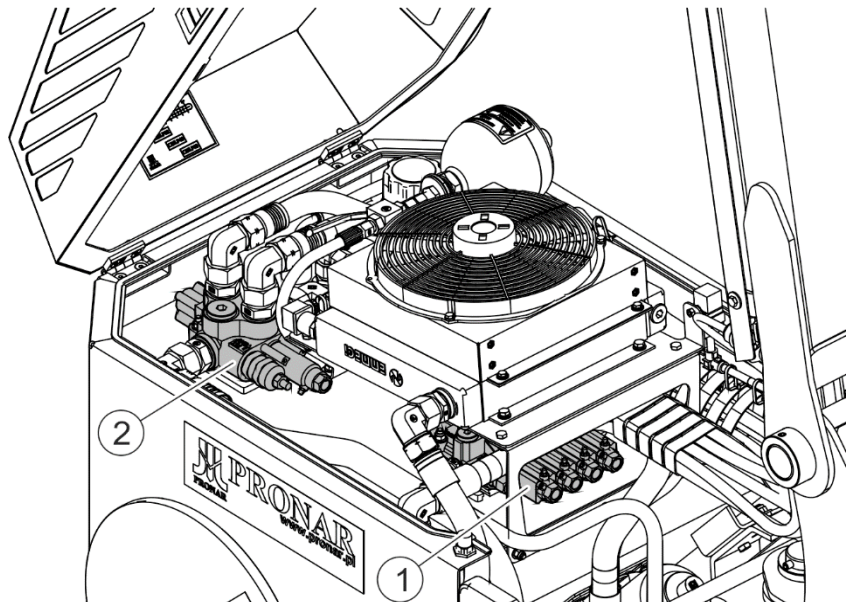
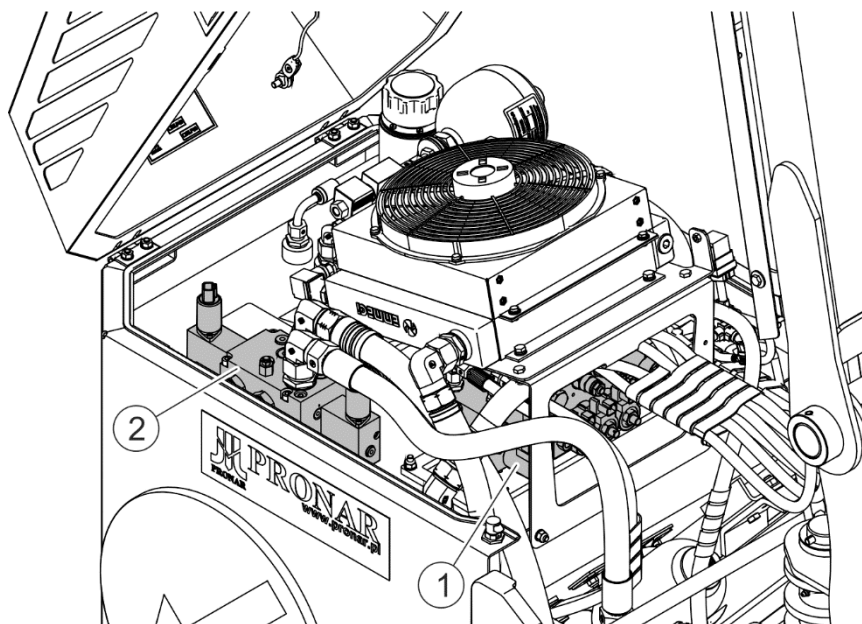

FIGURA 5.3 Distribuitori hidraulici (WWT600).
FIGURA 5.4 Distribuitori electrohidraulici (WWT604D).
(1)- distribuitori electrohidraulici ale cilindrilor la brațe sistemului portant; (2)- distribuitori hidraulici ale motorului hidraulic a capului de lucru.
Distribuitorul hidraulic (1) (FIGURA 5.3) sau electrohidraulică (1) (FIGURA 5.4) este pentru controlarea cu patru cilindri hidraulici a sistemului portant . Distribuitor unisețional hidraulic (2) (FIGURA 5.3) sau electrohidraulic (2) (FIGURA 5.4) este utilizată pentru pornirea motorului hidraulic a capului de lucru. Controlarea distribuitorilor se realizează cu ajutorul sistemului de control (WWT600) sau electric cu ajutorul panoului de comandă cu joystick (WWT604D) din interiorul cabinei tractorului. Trebuie în fiecare zi să verificați starea de etanșeitate a distribuitorilor și să lubrifiați toate punctele din secțiunile ale distribuitorilor hidraulici.
Suplimentar ungerii sunt supuși arborele de acționare (opțional) conform cu manualul de utilizare a arborelului de către producătorul arborelului de acționare și toate elementele punctelor amplasate pe secțiunile distribuitorilor hidraulici (FIGURA 5.3).
De fiecare dată înainte de a folosi utilajul și în timpul lucrărilor de întreținere trebuie verificată fixarea tuturor conexiunilor cu șuruburi. În cazul oricăror slăbiri ale conexiunilor, strângeți șuruburile cu un cuplu corespunzător de strângere (FIGURA 5.3), cu excepția cazului în care sunt dați alți parametri de strângere. Cuplurile se aplică șuruburilor de oțel nelubrificate.